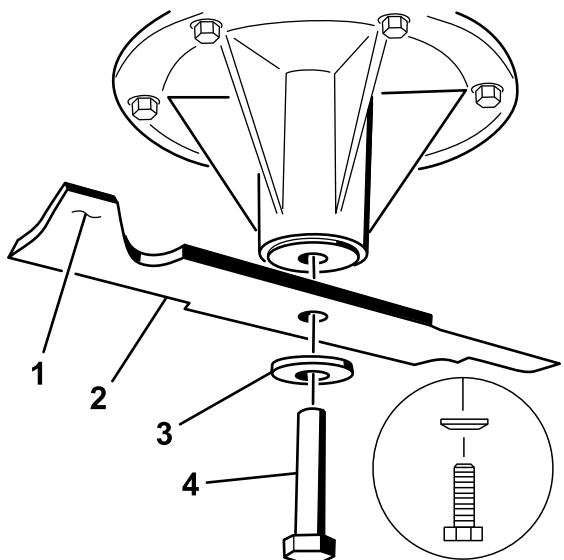

図 83
- スピンドル・シャフトにブレードを取り付ける（図 83）。
- スプリング・ディスクとブレード・ボルトを取り付けるスプリング・ディスクは、円錐部をボルトの頭に向けて取り付ける（図 83）。各ブレード・ボルトを85～110ft.-lb (115～150Nm = 11.8～15.2kg.m) にトルク締めする。